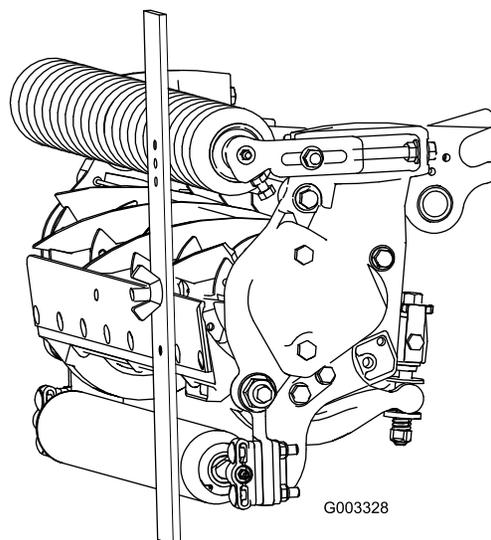

**Bild 19**
2. Lösen Sie die Mutter an der Messlehre (Bild 19) und stellen Sie die Einstellschraube auf die gewünschte Schnitthöhe ein. Der Abstand zwischen dem unteren Ende des Schraubenkopfs und der Stirnseite der Messlehre ist die Schnitthöhe.